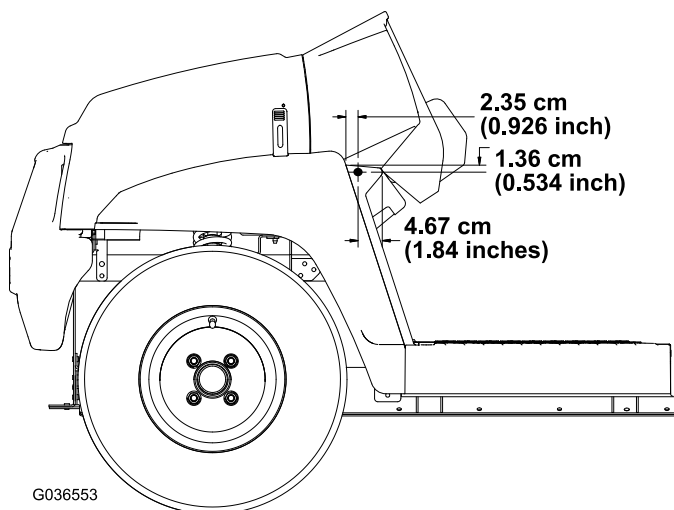

Figura 4
3. Utilizando as dimensões indicadas na Figura 4, faça um furo ($\frac{5}{16}$ " no exterior da placa dos pés nos lados esquerdo e direito da máquina.